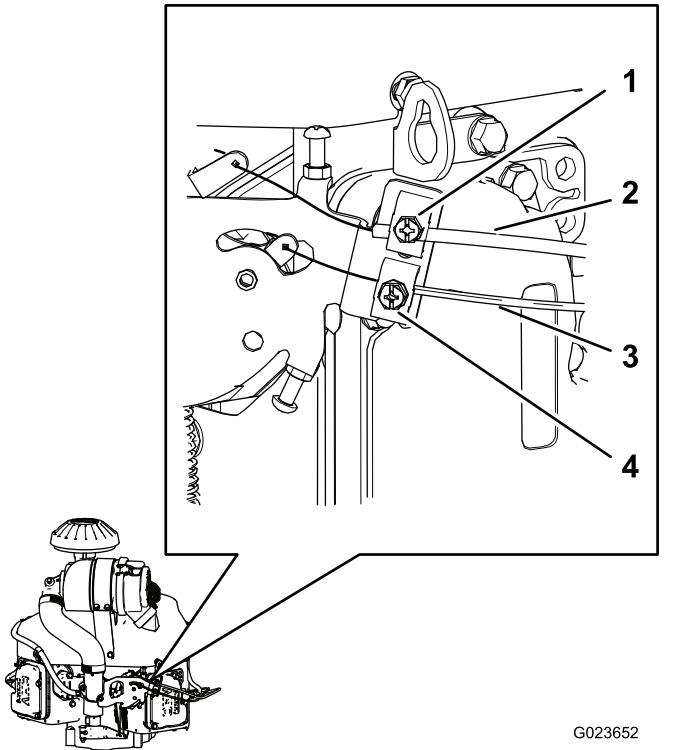

Bild 65
2. Lockern Sie die Klemmschraube, mit der das Gaszuggehäuse am Motor befestigt ist (Bild 65).
4. Ziehen Sie am Kabelgehäuse des Bowdenzugs (**Bild 65**), bis der Bowdenzug fast kein Spiel hat, und ziehen Sie die Klemmschraube an.
2. Lockern Sie die Klemmschraube, mit der das Chokekabel-Gehäuse am Motor befestigt ist (Bild 65).
5. Ziehen Sie am Kabelgehäuse des Chokekabels (Bild 65), bis das Chokekabel fast kein Spiel hat, und ziehen Sie die Klemmschraube an.